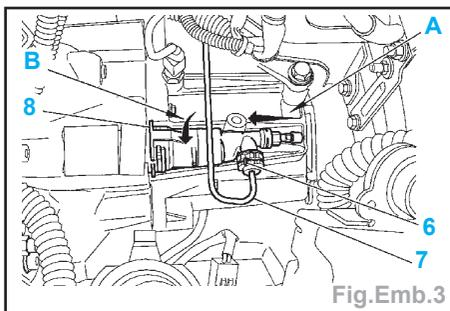

Fig.Emb.3
- Ecarter, sans la déposer, l'agrafe (6) (Fig.Emb.3).